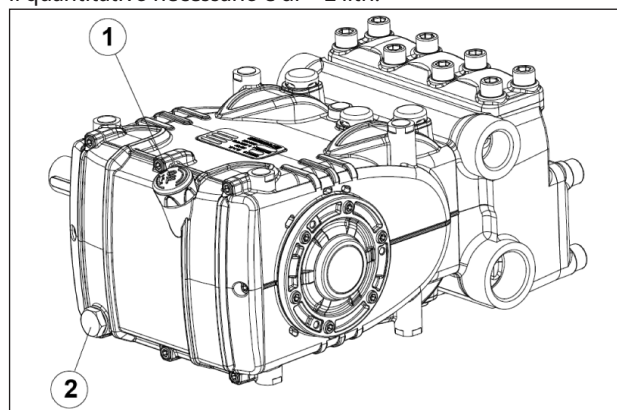

Fig. 3
Dall'asta livello olio pos. ①, Fig. 3.
pos. ①, e successivamente il tappo pos. ②, Fig. 3.